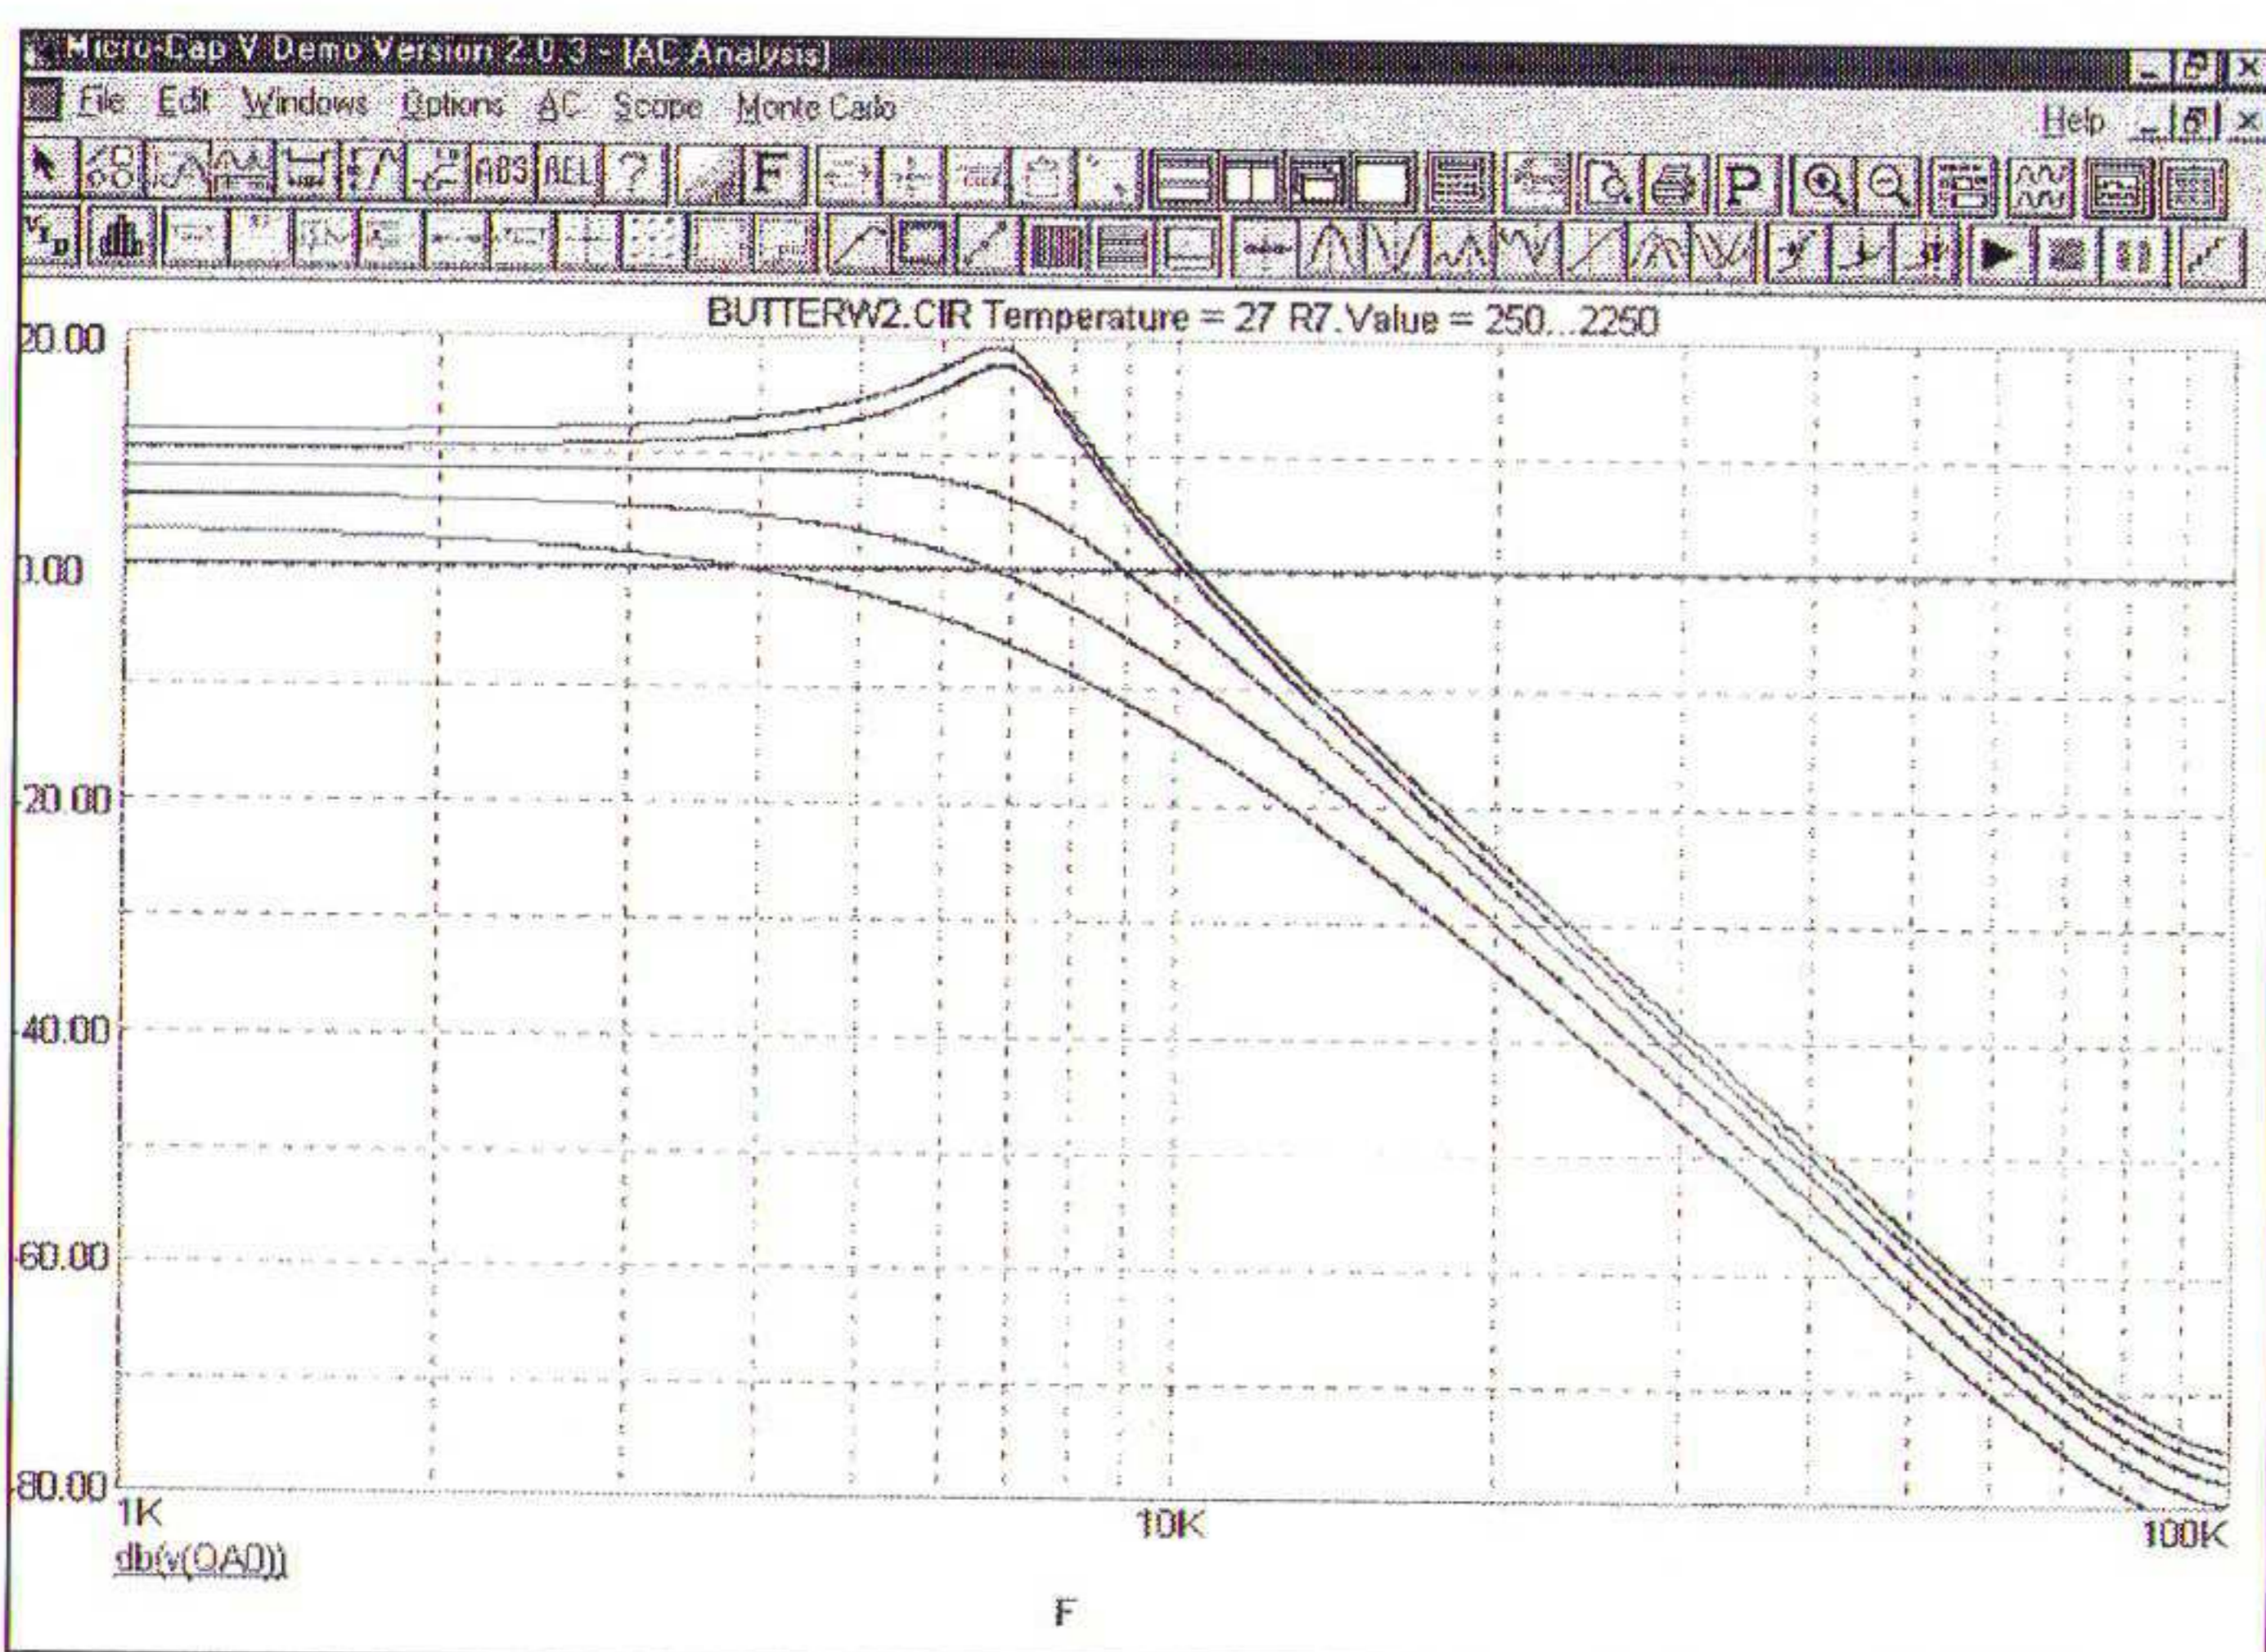

Fig. 4 Curven voor het laagdoorlaatfilter
- R7 = 2250 ohm levert de bovenste curve met de overshoot („Chebychevcurve“) en twee tussenliggende waarden (fig. 4).